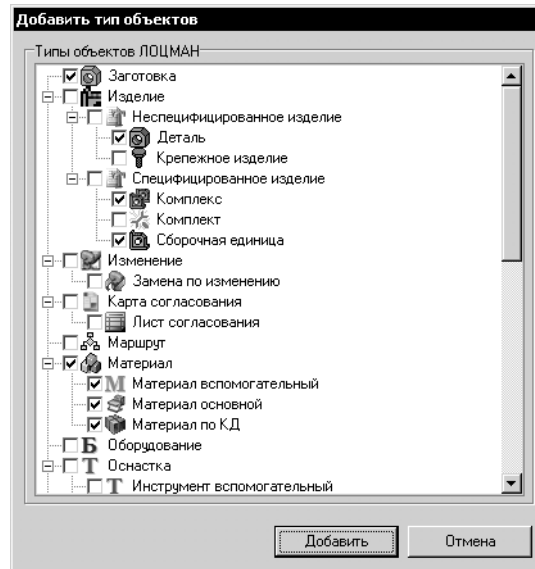

Рис. 23.25. Добавление типа объектов
2. В открывшемся окне **Добавить тип объектов** (рис. 23.25) установите маркеры напротив тех объектов, которые требуется добавить.